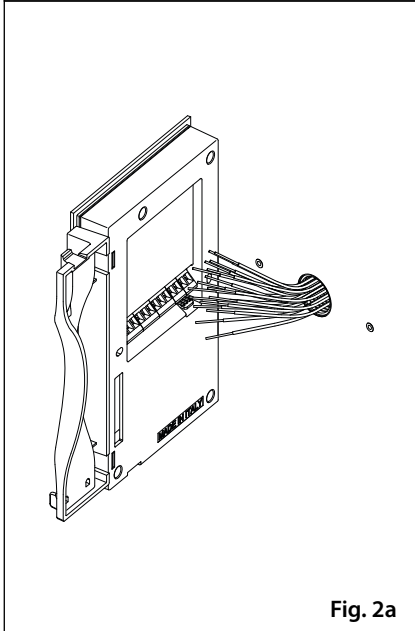

Fig. 2a
2. Come mostrato in **Fig. 2a**, effettuare le connessioni con l'ausilio di un giravite piatto e le configurazioni dei dip-switches come da schema di collegamento fornito a corredo o come da foglio di istruzioni;